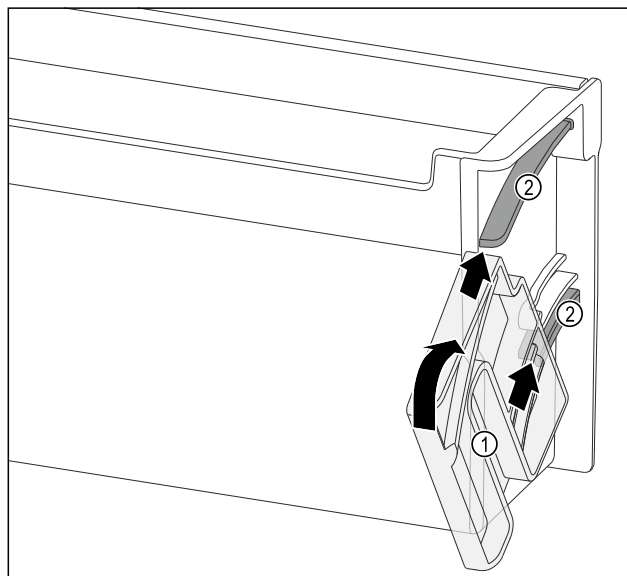

Fig. 116
- Positionner l'unité de rotation Fig. 116 (1) de manière à placer les évidements exactement en face des canaux de guidage Fig. 116 (2) du balconnet de contre-porte.
- Tourner l'unité de rotation Fig. 116 (1) dans le sens indiqué.